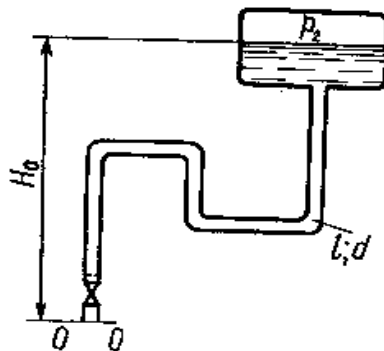

Рис.2
6. Определить потребный напор (рис.2), который необходимо создать в сечении 0 - 0 для подачи в бак воды с вязкостью $\nu = 0,008 \text{ Ст}$, если длина трубопровода $l = 80 \text{ м}$; его диаметр $d = 50 \text{ мм}$; расход жидкости $Q = 15 \text{ л/с}$; высота $H_0 = 30 \text{ м}$; давление в баке $p_2 = 0,2 \text{ МПа}$; коэффициент сопротивления крана $\xi_1 = 5$; колена $\xi_2 = 0,8$; шероховатость стенок трубы $\Delta = 0,04 \text{ мм}$.